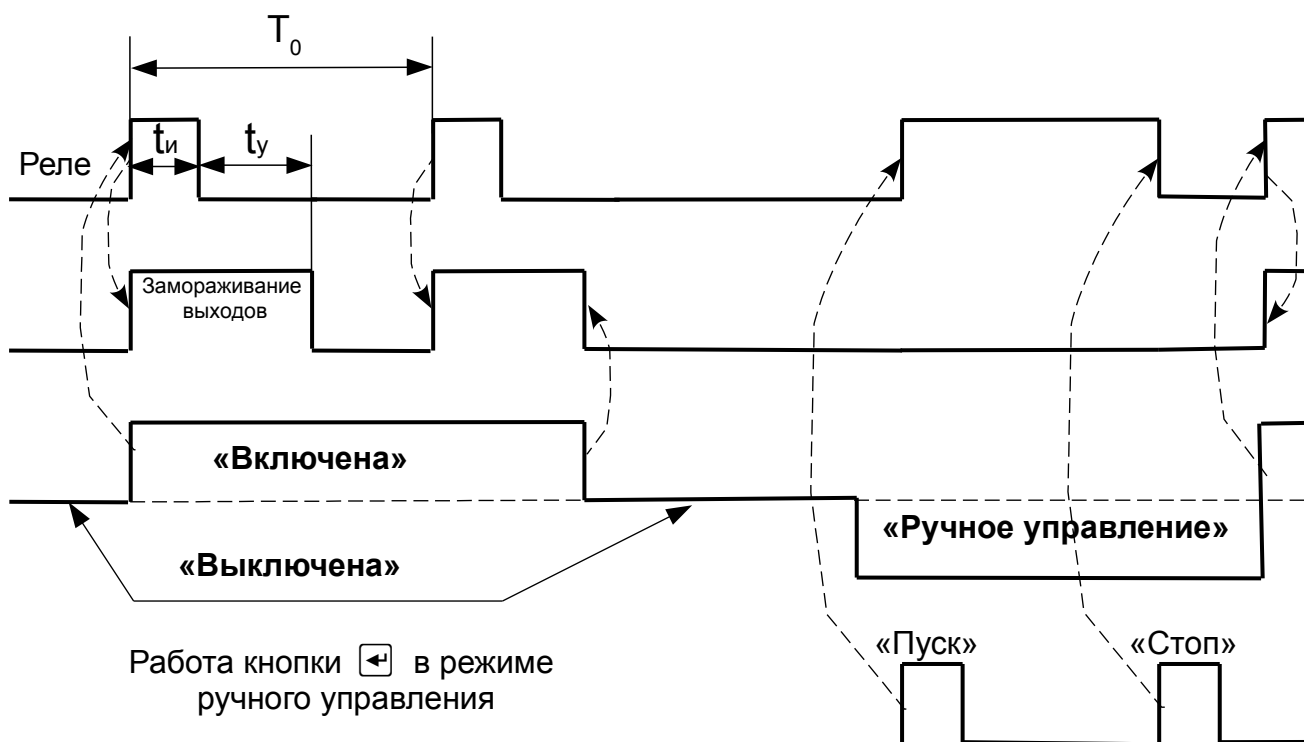

Рисунок 23 - Временные диаграммы работы анализатора в разных режимах очистки
4.3.6.10 Временные диаграммы анализатора в разных режимах очистки показаны на рисунке (смотри Рисунок 23).